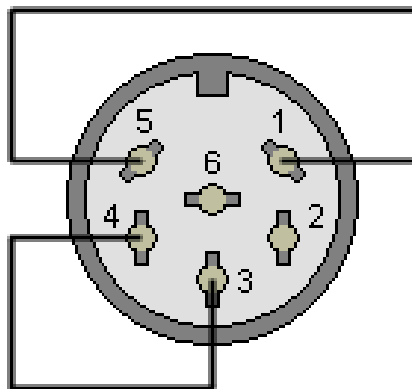

Bild 15
- 5.1. 6-poliger DIN-Stecker. Verdrahtung von der Lötseite aus gesehen (Bild 15).